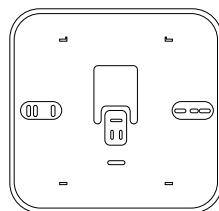

Fig. 10
- Montare, se necessario, la placca di supporto alla scatola elettrica, fornita all'interno del kit (fig. 10).
Inserire le 2 batterie nell'apposito vano seguendo il verso indicato sull'apparecchio. Una volta terminata l'operazione riposizionare il Sensore Ambiente inserendo prima la parte superiore poi ruotando verso il basso premendo delicatamente. Il Sensore Ambiente Wireless esegue un monitoraggio continuo del livello di carica delle batterie, la cui durata è di circa 2 anni. Quando la carica si sta esaurendo, il display visualizza il simbolo “” (fig.10). Provvedere a sostituire le pile come precedentemente descritto.